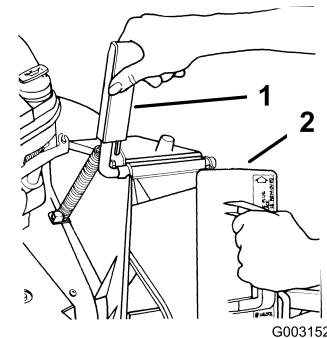

Figura 7
1. Abra la puerta de descarga tirando del tirador hacia adelante y desplazando la puerta hacia atrás (Figura 7). Mientras inserta el tapón, sujeté el tirador de la puerta para evitar que el muelle cierre la puerta.
2. Puesto que el tapón es algo más ancho que la abertura del conducto de descarga, gire el tapón ligeramente en el sentido de las agujas del reloj al insertarlo (Figura 7).